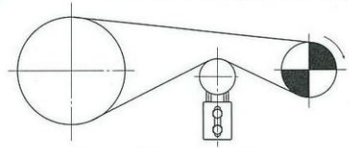

図4 テンショナの位置（正面）
- 1) テンショナのアイドルスプロケットをローラチェーンのたるみ側に押し付け（図4）取付ベースに明ける穴の位置決めを行います。